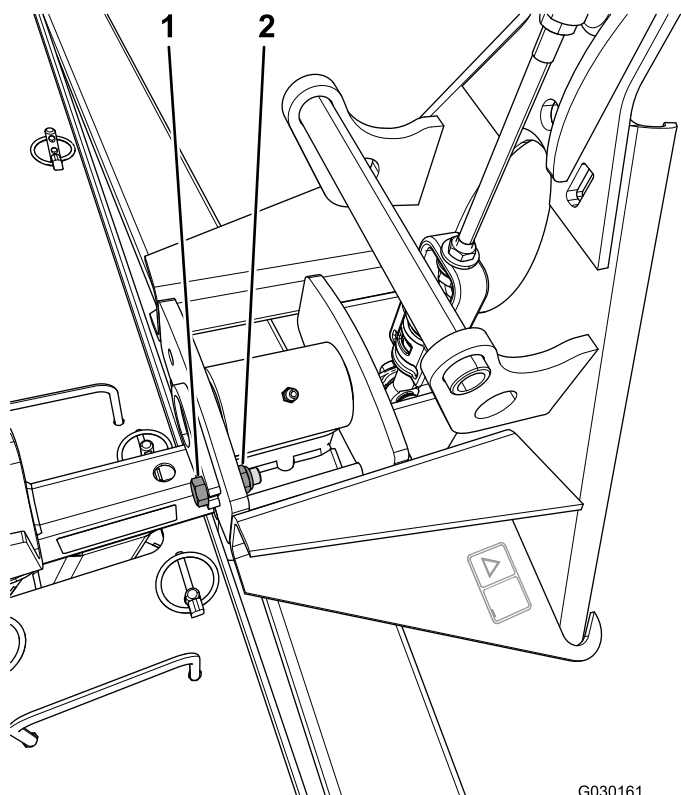

図 1
1. ネイルドラッグのアダプタアセンブリにリンチピンを固定しているナットとボルトを外して廃棄する 図 1。